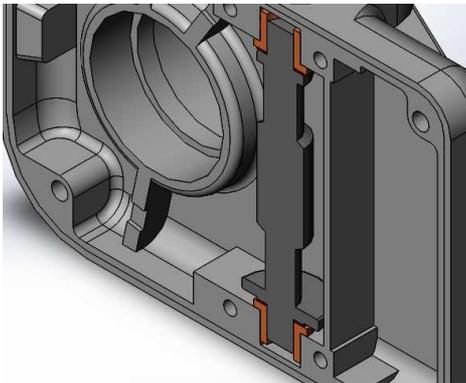

Figure 2 Vue en coupe plane du guidage
- 1) Repasser en rouge sur l'image ci-contre les contours des coussinets permettant de guider la vis 1. Même opération sur le plan de la figure 2.